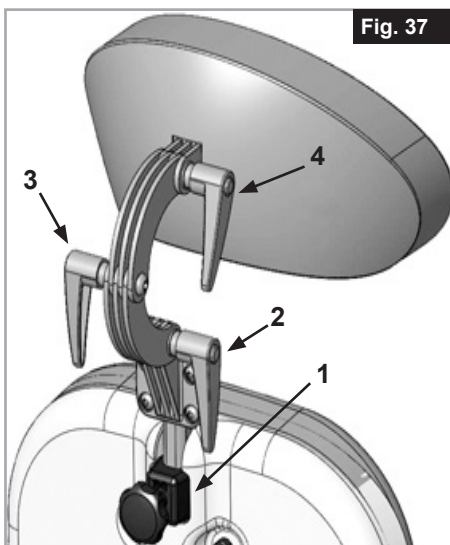

Fig. 37
U kunt de hoofdsteun verhogen (1) en naar voren en naar achteren bewegen, (2-3-4). Hiertoe draait u simpelweg de betreffende ontgrendelingshendels los, zet u de hoofdsteun in de gewenste positie, en draait u de hendels weer vast, (Fig. 37).